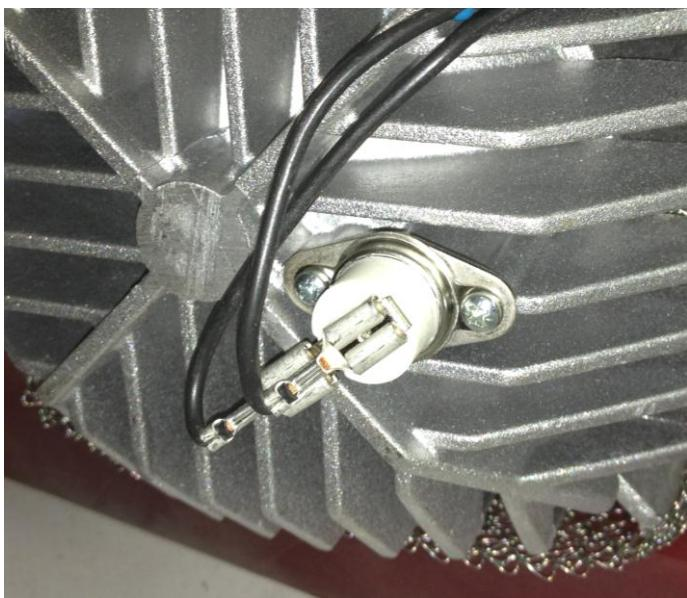

Рис.7 – Датчик перегрева
Датчик перегрева (рис.7) служит для контроля температуры нагрева теплообменника. При достижении теплообменником температуры выше 250 °C происходит выключение отопителя. Поводом для замены может служить отключение отопителя при температуре теплообменника ниже 250°C или по причинам, указанным в таблице 2.
5. Проверьте БУ. Замкните между собой контакты проводов, идущие от БУ к датчику перегрева (рис.7а), запустите отопитель.
Рис.7а – Замкнутые провода
В случае неустранения неисправности ИП проверьте полярность его подключения (провод с черной меткой соединен с контактом разъема БУ, помеченным черной точкой, рис. 7б). Для проверки правильности установки метки на проводе проверьте контакты магнитом. Контакт провода с черной меткой магнитится.